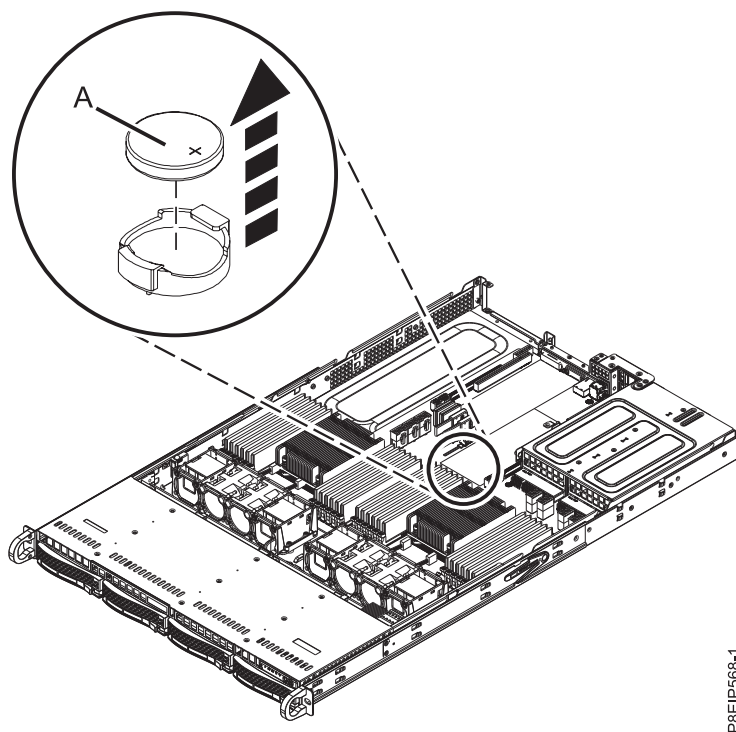

Figure 88. Emplacement de la batterie de l'horloge
3. Retirez la batterie de l'horloge (A) comme indiqué dans la figure 88. Lorsque vous retirez la batterie, n'utilisez pas d'outil métallique pour la dégager de son emplacement.